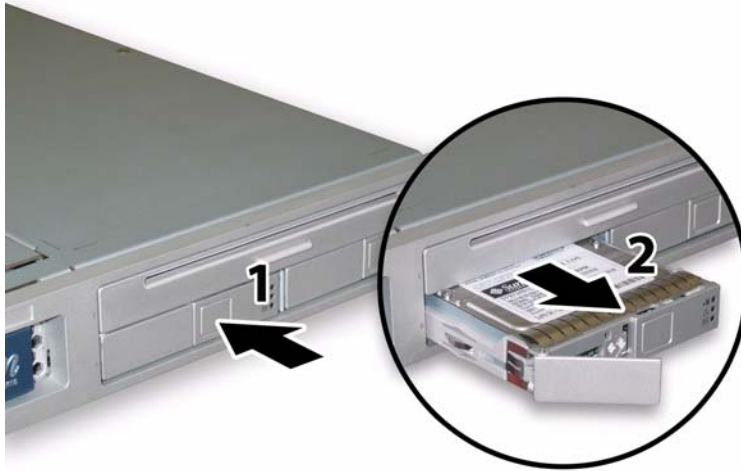

ABBILDUNG 3-32 Öffnen der HDD-Verriegelung
- 2. Drücken Sie die Taste auf der Stirnseite des HDD, um die federbelastete Verriegelung zu entsperren. Siehe ABBILDUNG 3-32.**